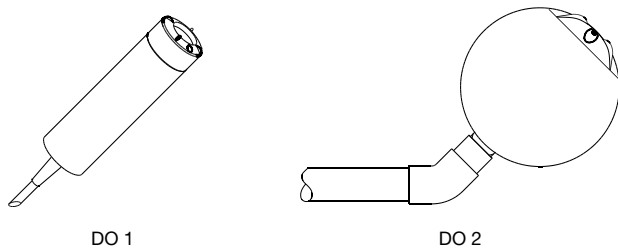

Abb. 13. Stellung der DO-Sensoren während des Initialisierens
- den Sensor nach oben halten (wie in Abb. 13) – er gibt nach ein paar Sekunden 4 mA-Signal aus (= 0 ppm). Nach 2 min ist der Sensor initialisiert.